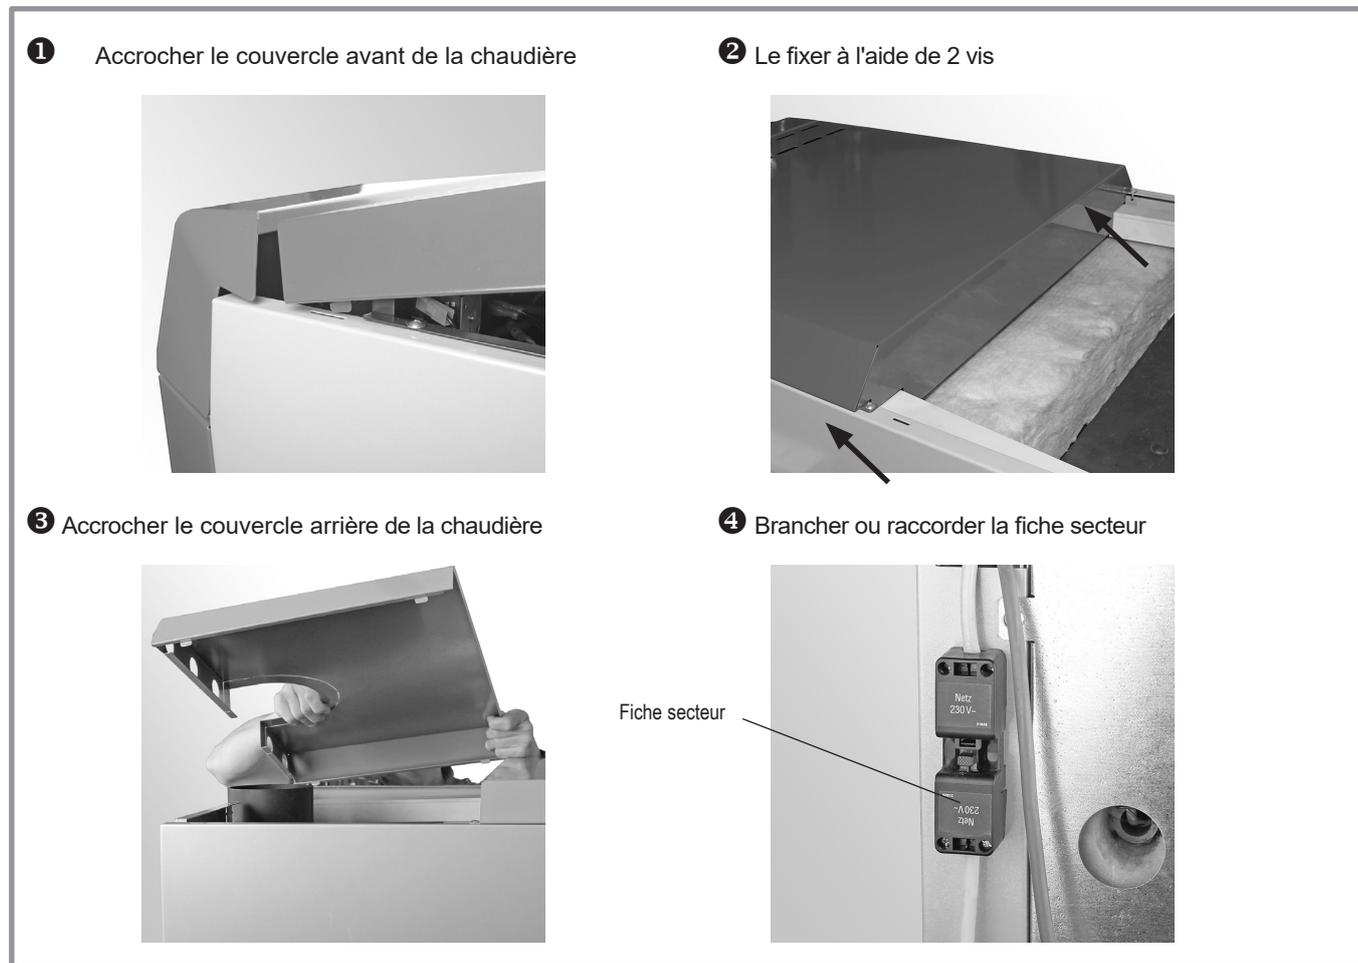

fig. 34 - Remise en place du tableau de commande
- Accrocher le couvercle avant de la chaudière (fig. 34 - ❶) et le fixer à l'aide de 2 vis (fig. 34 - ❷).
- Engager le couvercle arrière de la chaudière dans la fente de la paroi latérale prévue à cet effet (fig. 34 - ❸).
- Brancher ou raccorder la fiche secteur à l'arrière de la chaudière (fig. 34 - ❹).